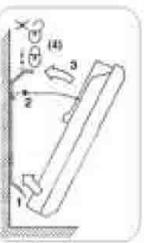

Рис. 6
Выполняя данные действия необходимо держать прибор под углом примерно 50-60 градусов (рис. 6).
8. Поверните прибор в горизонтальной плоскости до совмещения верхних выпусков кронштейна с верхними вырезами в задней панели прибора и слегка нажмите на прибор до щелчка верхних выступов (рис. 6).